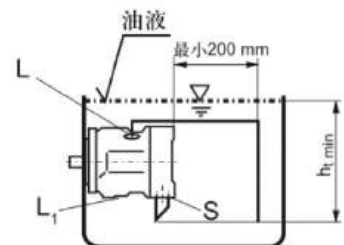

图3
A) 如果低油液面高于泵的上界面；堵住“L1”，打开“L”和“S”，将吸油管与吸油口S相连，“L”的布管应距离吸油管至少200mm。（参见图3）